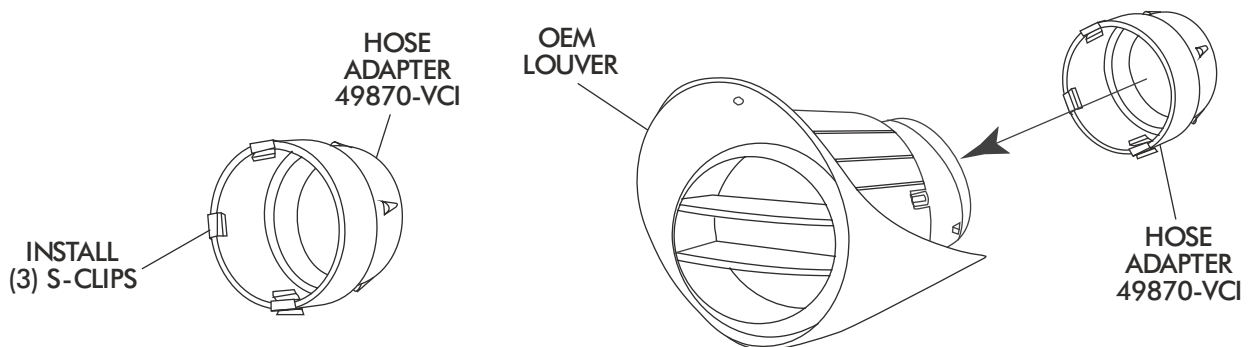

FIGURE 5
- INSTALL S-CLIPS ON HOSE ADAPTERS AS SHOWN IN FIGURE 5 BELOW.
- INSTALL DRIVER & PASSENGER SIDE HOSE ADAPTERS OUTSIDE OEM LOUVERS. SEE FIGURE 5 BELOW